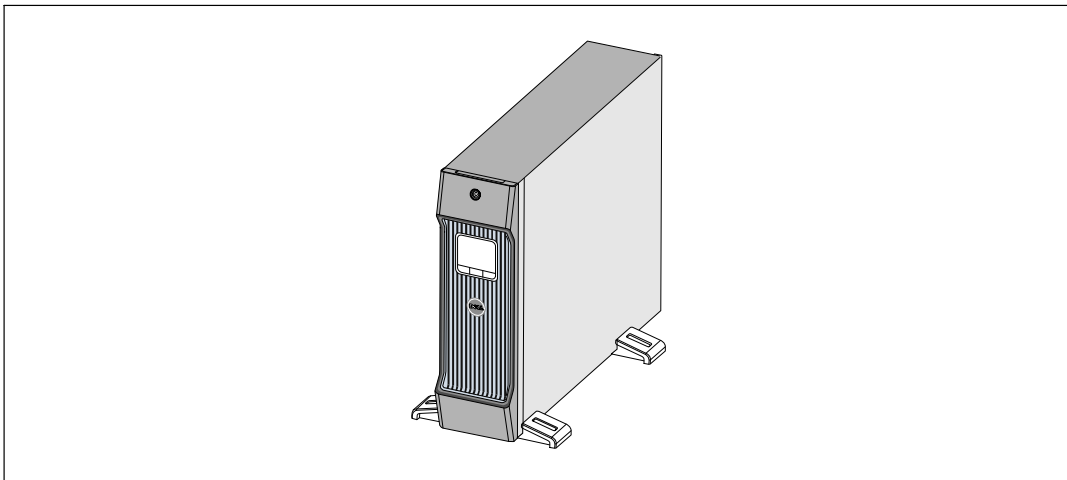

Figure 25. Configuration en tour
- 9 Placez minutieusement le module vers le haut (voir Figure 25).